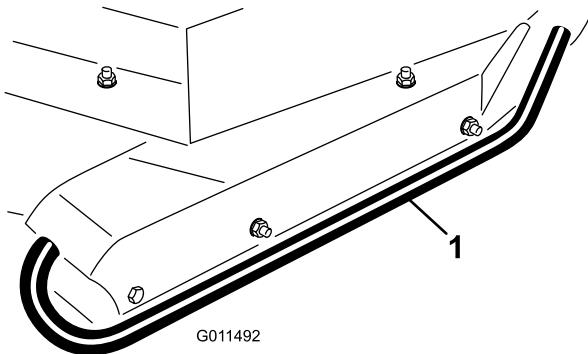

**Figure 23**
- Tournez la tige de tension pour éléver ou abaisser le bras de pivot jusqu'à ce que les trous soient en face de ceux du support de hauteur de coupe sélectionnés dans le bâti du plateau de coupe (Figure 22 et Figure 23).